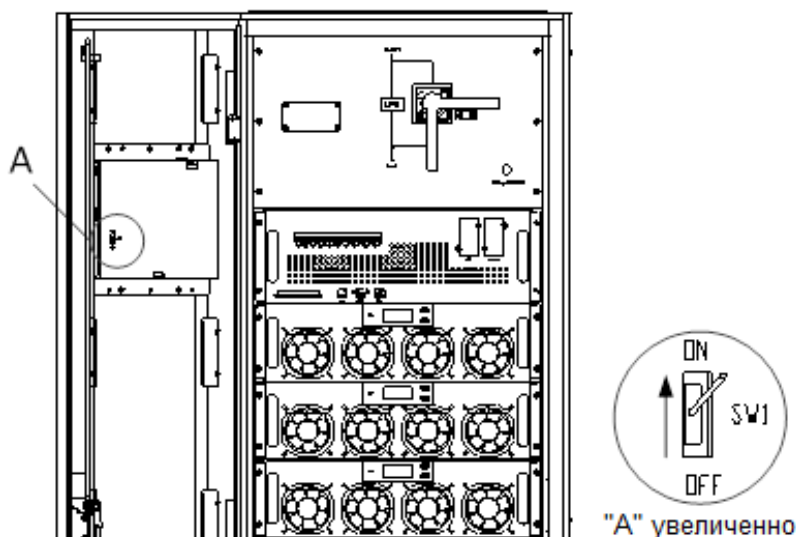

Рис.4-3 Включите переключатель
- (b) Переведите в положение "ON" переключатель на задней панели дисплея (см. Рис. 4-3), нажмите и удерживайте более 2 секунд кнопку BYP на панели управления.
(б) Переведите в положение “ON” переключатель на задней панели дисплея (см. Рис. 4-3), нажмите и удерживайте более 2 секунд кнопку INV на панели управления.